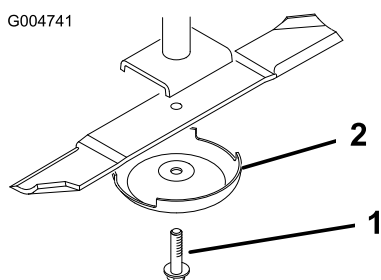

Рисунок 99
4. Возьмитесь за конец ножа, используя ветошь или перчатку на толстой подкладке, отверните болт ножа, снимите защитный колпак и нож с вала шпинделя (Рисунок 99).